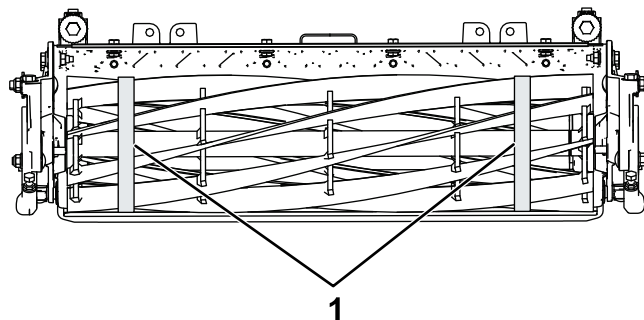

Рисунок 28
3. Используя рулетку для измерения диаметров, измерьте наружный диаметра барабана на обоих концах (Рисунок 28); разница наружных диаметров на разных концах должна быть меньше 0,010 дюйма (0,250 мм). Если разница больше, заточите, чтобы устранить ее.